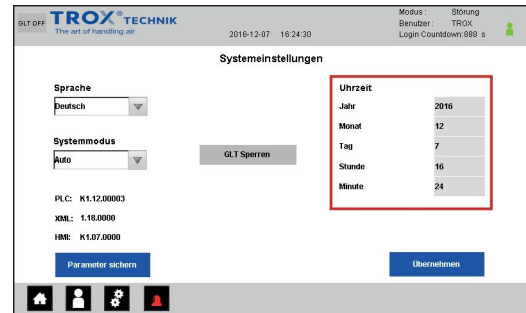

Abb. 33: Datum und Uhrzeit einstellen
1. ▶ Das Eingabefeld „Jahr“ (Abb. 33) markieren und das Kalenderjahr eingeben.
2. ▶ Den vorherigen Bedienschritt für „Monat“, „Tag“, „Stunde“ und „Minute“ (Abb. 33) wiederholen.